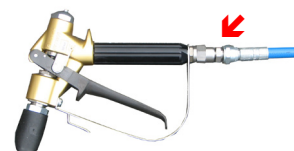

Imagen 4.1.2
2. Pistola pulverizadora Airless (Imagen 4.1.2)